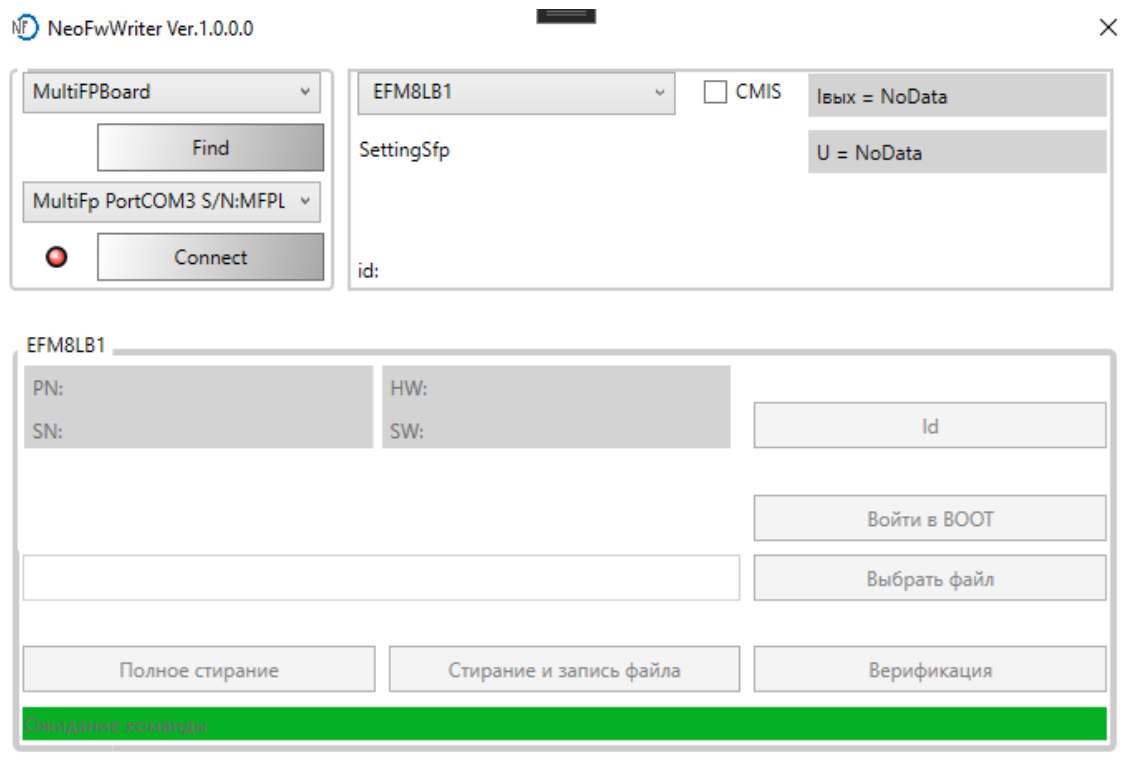

Рисунок 3. Выбор программатора
3.1.3. Выберите нужный программатор из списка найденных в выпадающем меню (Рисунок 3).